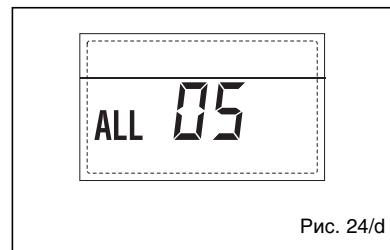

Рис. 24/д
**– БЛОКИРОВКА ПЛАМЕНИ «ТРЕВ 06»** (рис. 24/е)